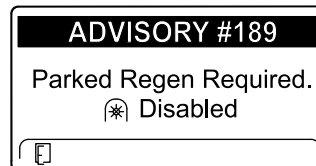

Figura 48
- Se não efetuar uma regeneração em estacionamento dentro de 2 horas, o InfoCenter indica que é necessária uma regeneração em estacionamento – tomada de força desativada AVISO N.º 189 (Figura 48).